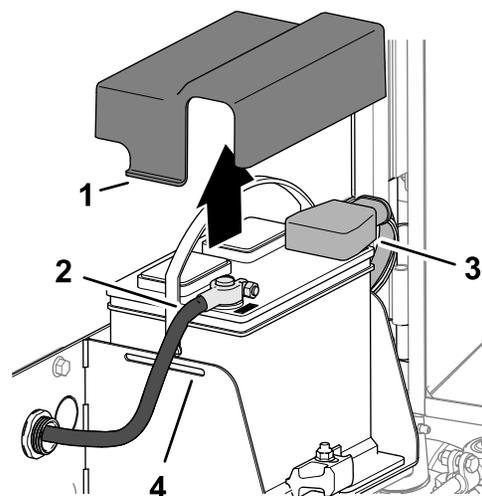

Figura 96
3. Pressione a lateral da cobertura da bateria e retire a cobertura das ranhuras do tabuleiro da bateria (Figura 96).